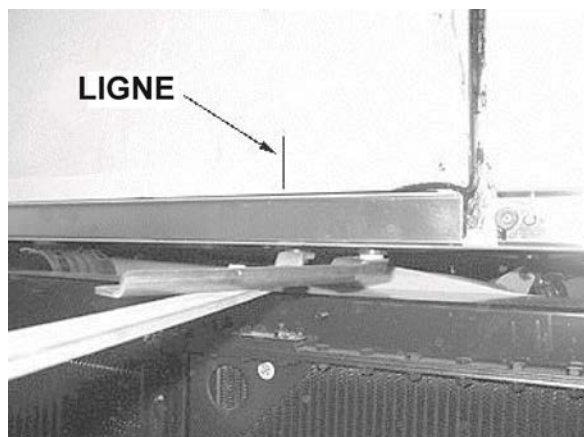

FIGURE 71: LIGNE DE RÉFÉRENCE
2. À l'aide d'un maillet en caoutchouc, ajuster la partie inférieure du bras du pantographe afin d'obtenir 4 ± 1 mm entre le panneau latéral et la porte du compartiment moteur (voir les Figure 71 et Figure 72).